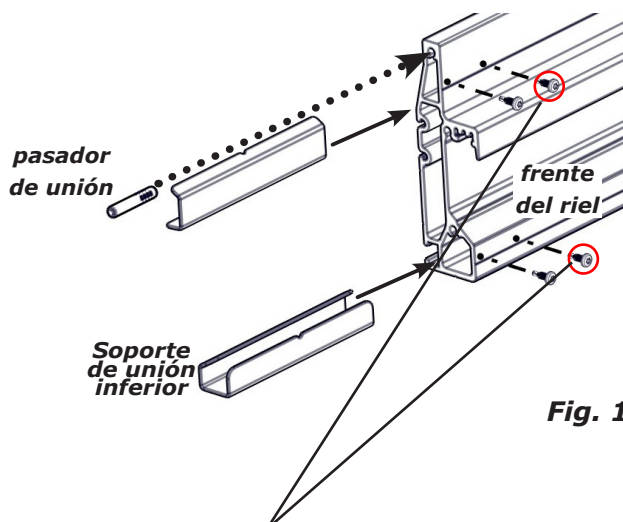

Fig. 1
1. Martille el extremo con púas del pasador de la unión del riel **hasta la mitad** en el riel inferior (Fig. 1).